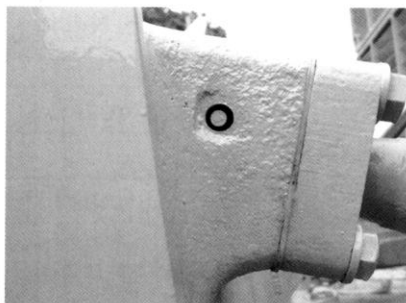

Рис. 4-4.
- 6) Шарнирное соединение цилиндра наклона (прямой перекашиваемый отвал) (Рис. 4-4).